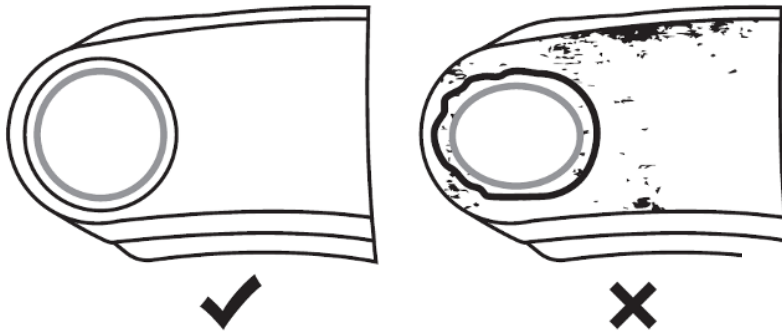

Figure 1.
- Avant l'installation d'un joint à rotule, s'assurer que toutes les surfaces de contact sont exemptes de rouille, de débris et de bavures. Inspecter la bride de montage du bras de suspension pour vérifier la présence de fissures, de déformations ou de problèmes de voilure. En cas de problème, ne pas réutiliser le corps du bras de suspension. **Voir la figure 1.**